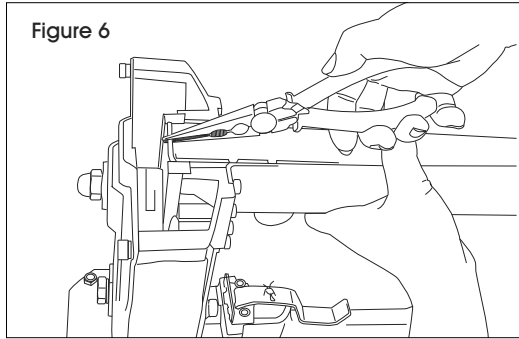

Figure 6
3. Insérez une pince à bec long ou un tournevis afin de dégager l'obstruction. (Voir Figure 6)